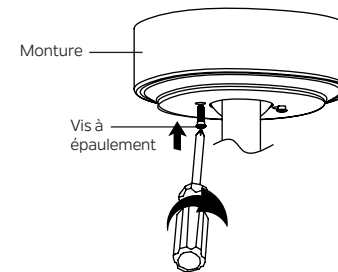

Fig. 16
Étape 2. Assemblez l'auvent en tournant la fente de la clé dans l'auvent sur la vis à épaulement dans le support de montage. Réinstallez la vis à épaulement précédemment retirée, puis resserrez fermement les deux vis à épaulement. (Fig. 16)